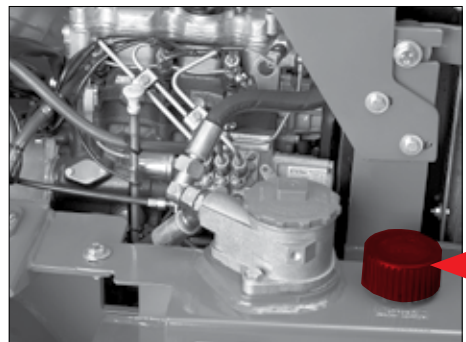
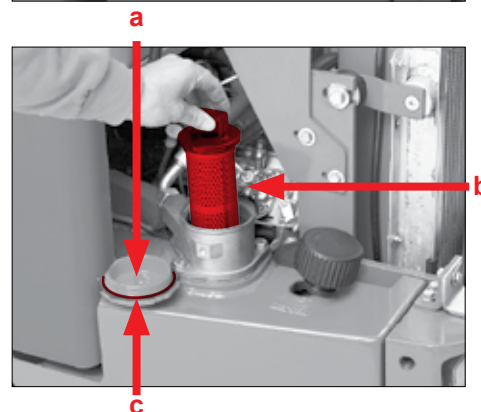

Fig. 114
Fig. 118
Ventilationsfilteret sidder på den hydrauliske olietank pos. 1 (Fig. 114). Det sørger for ventilation og udluftning af den hydrauliske tank ved svingende hydraulisk oliestand. Ventilationsfilteret indeholder et filterelement, som forhindrer støv og snavs i at trænge ind samt oliestænk i at trænge ud. I ventilationsfilteret sidder der en ventil, som holder tanktrykket på ca. 0,5 bar. Dette tryk slipper ud, hvis den hydrauliske oliestuds åbnes!
4. Åbn studsens til påfyldning af hydraulisk olie pos. 1 (Fig. 114), så trykket kan slippe ud af tanken.
11. Luk oliestudsens pos. 1 (Fig. 114)!
- Åbn forsigtigt studsene til påfyldning af hydraulisk olie pos. 1 (Fig. 114), så trykket kan slippe ud af tanken.
1. Åbn studsene til påfyldning af hydraulisk olie pos. 1 (Fig. 114).
5. Luk studsene til påfyldning af hydraulisk olie pos. 1 (Fig. 114).
1. Tag filterindsatsen pos. b (Fig. 118) ud.
5. Fyld hydraulisk olie i oliestudsens pos. 1 (Fig. 114), indtil oliestanden har nået markeringen „maksimum“.
- Udskift filterelementet til returfilteret pos. b (Fig. 118) ved eftersynene.
- Udskift filterelementet til returfilteret pos. b (Fig. 118) ved eftersynene eller mellem eftersynsintervallerne, hvis kontrollampen for returfilteret i instrumentbrættet lyser pos. 16 (Fig. 14)! Efter montering af et nyt filterelement må kontrollampen på instrumentbrættet ikke lyse længere!
- Tøm trykket ud af den hydrauliske olietank ved at åbne påfyldningsstudsens til hydraulisk olie pos. 1 (Fig. 114), før dækslet til filterhuset pos. a (Fig. 118) skrues af! Ellers presses der olie ud af filterhuset, som kan komme i miljøet.
5. Skru dækslet til filterhuset pos. a af (Fig. 118).
6. Tag filterelementet pos. b (Fig. 118) ud.
8. Kontrollér tætningen pos. c (Fig. 118). Udskift tætningen, hvis den er i stykker.
9. Skru dækslet til filterhuset pos. a på (Fig. 118).
10. Luk studsene til påfyldning af hydraulisk olie pos. 1 (Fig. 114).